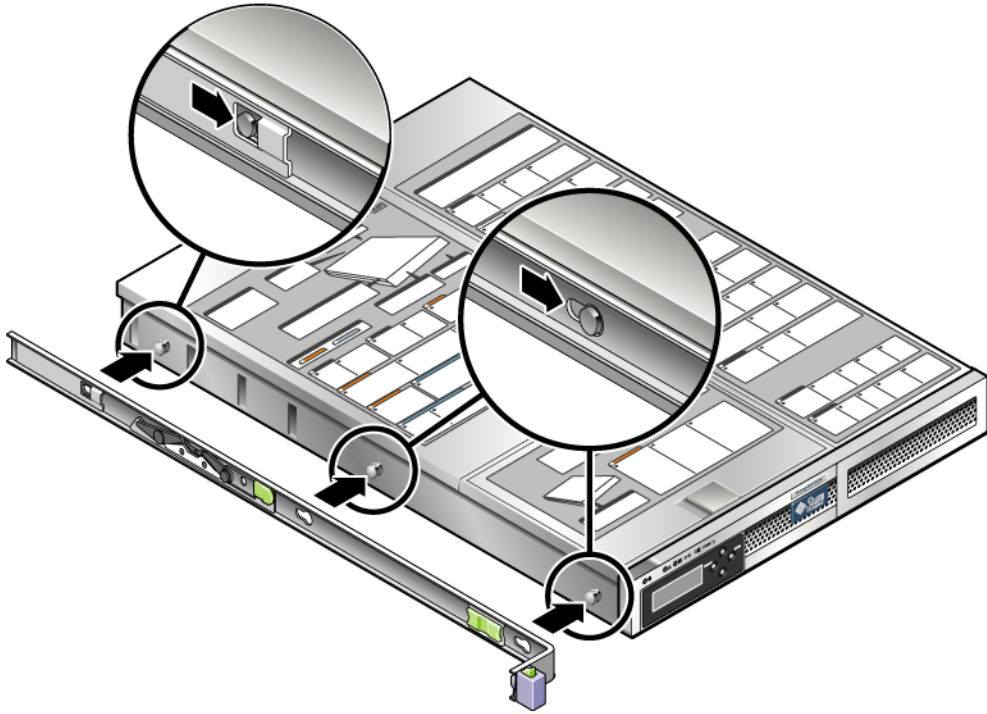

FIGURE 2-15 Fixation d'un support de montage au châssis
- a. Placez le support de montage contre le châssis de l'appareil (FIGURE 2-15) de sorte que le verrou du rail coulissant soit à l'avant et que les trois ouvertures allongées soient alignées sur les trois taquets de repère sur le côté du châssis.
- c. Vérifiez que les trois taquets sont bien dans les trois ouvertures et que le taquet arrière a enclenché le verrou du support de montage, comme illustré à la FIGURE 2-15.